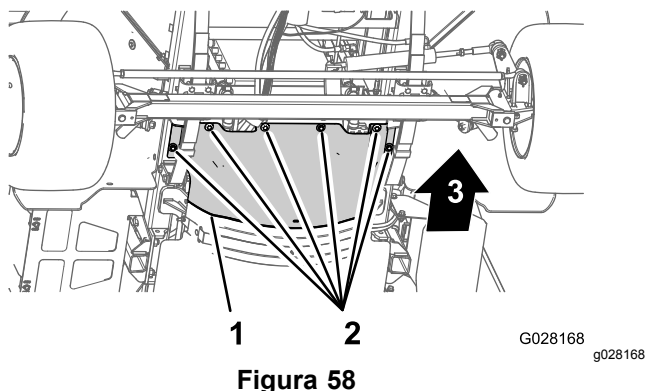

Figura 58
3. Retire los 6 pernos de cabeza hexagonal y las 6 arandelas que sujetan el protector térmico delantero al chasis, y retire el protector (**Figura 58**).